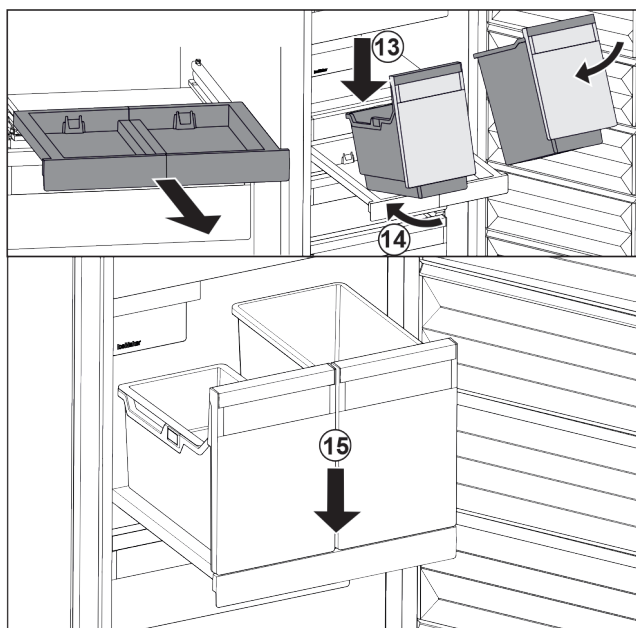

Fig. 39
- Nasadte nádobu šikmo na vyťahovaciu poličku. Fig. 39 (13)
- Zasuňte nádobu šikmo dozadu. Fig. 39 (14)
- Zložte nádobu vpredu. Fig. 39 (15)